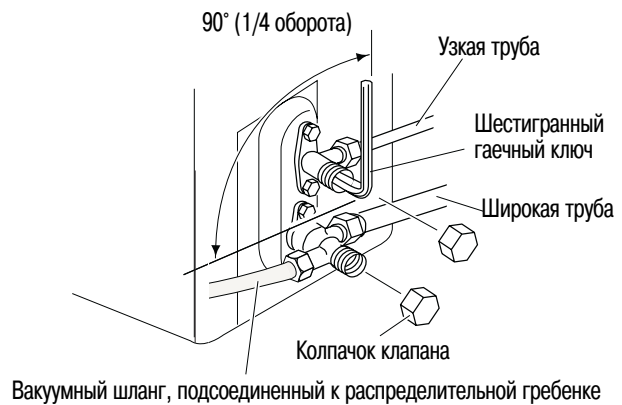

Рис. 36
- (5) При все еще работающем вакуумном насосе закройте ручку «Lo» распределительной гребенки. Затем выключите вакуумный насос.
- (6) При помощи шестигранного гаечного ключа поверните шток рабочего клапана узкой трубы против часовой стрелки на 90 градусов (1/4 оборота), а через 10 секунд поверните шток по часовой стрелке, чтобы снова закрыть клапан (рис. 36).